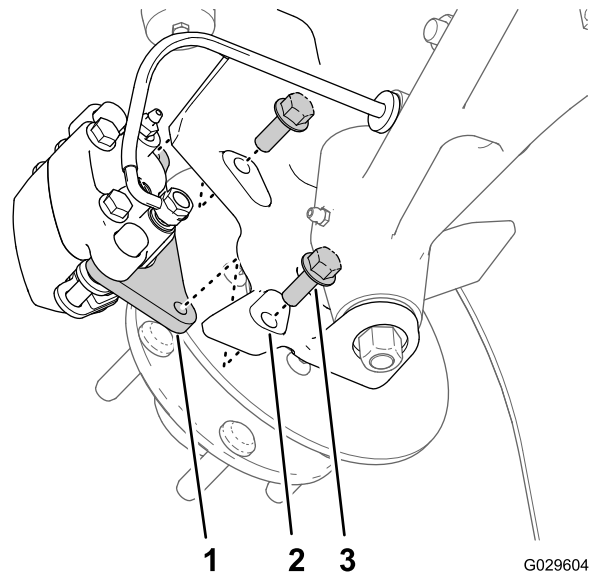
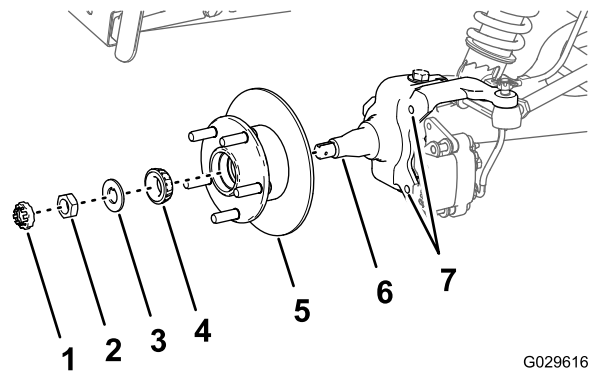

Figura 31
Figura 35
3. Retire los pernos con arandela prensada (3/8" x 1") que sujetan el soporte del conjunto de freno al eje, y separe el freno del eje (Figura 31).
1. Aplique una ligera capa de grasa del tipo especificado en el eje (Figura 35).
2. Monte el cubo y el rotor en el eje con el rotor hacia dentro (Figura 35).
3. Monte el cojinete exterior en el eje y acople el cojinete al anillo de rodadura exterior (Figura 35).
4. Monte la arandela con pestaña en el eje (Figura 35).
5. Enrosque la tuerca en el eje, y apriete la tuerca mientras gira el cubo (Figura 35).
2. Alinee las pastillas de freno en cada lado del rotor (Figura 31) y los taladros del soporte de la pinza con los taladros de montaje del freno de la mangueta (Figura 35).
3. Monte el soporte de la pinza en la mangueta (Figura 31) con los 2 pernos con arandela prensada (3/8" x 1"), y apriete los pernos a 47–54 N·cm.